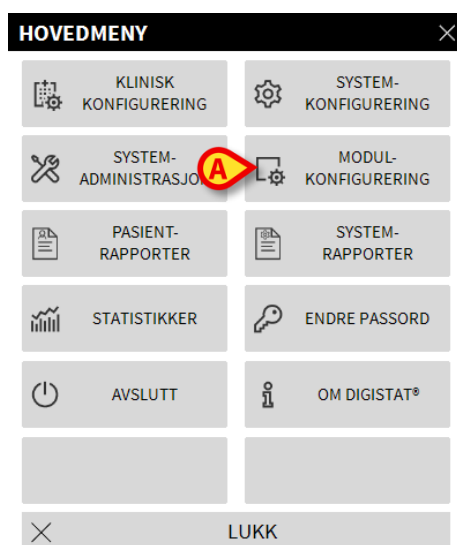

Fig. 87
Følgende meny vises (Fig. 87).
- Klikk på **Modulkonfigurering**-knappen (Fig. 87 A).